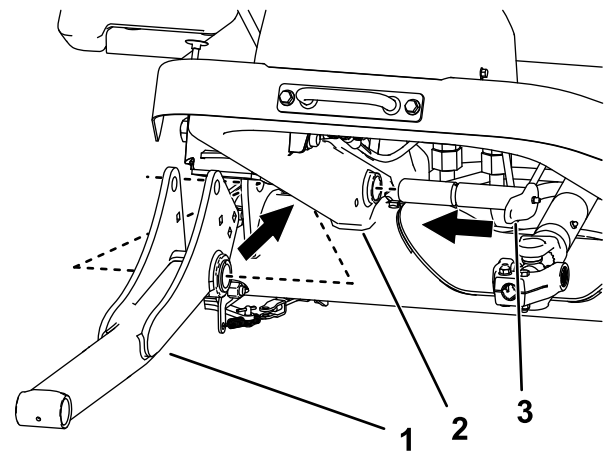

Figura 10
2. Instale los brazos de elevación y los pasadores grandes en el bastidor de la máquina, (Figura 10).